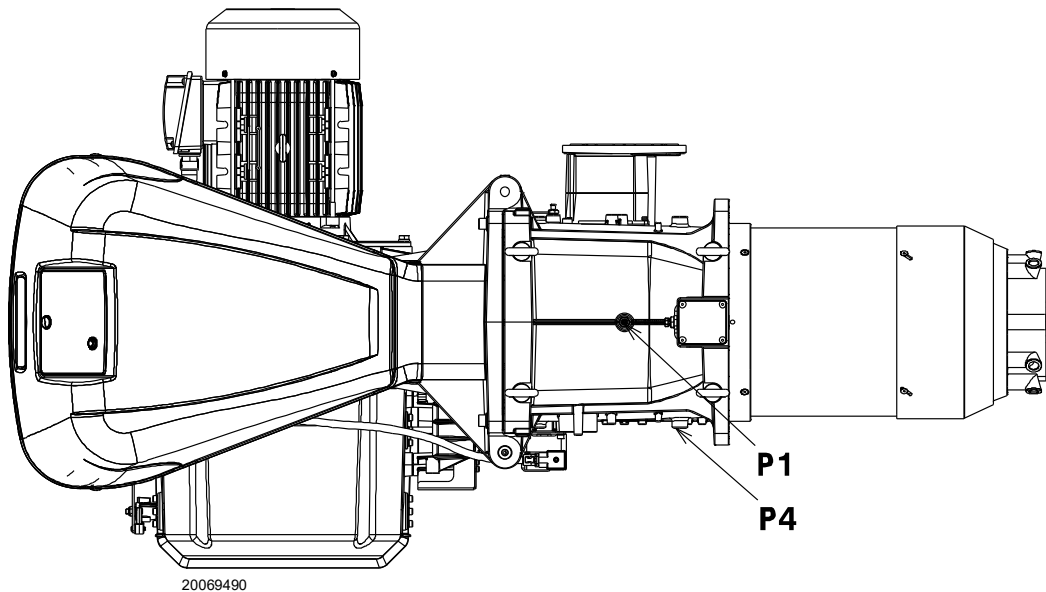

Abb. 20
Gasdruck, gemessen am Anschluss P1)(Abb. 20) unter folgenden Bedingungen:
- vom Gasdruck am Anschluss P1) (Abb. 20) den in der Brennkammer vorhandenen Druck abziehen.
Gasdruck am Anschluss P1) (Abb. 20) = 25.0 mbar
Um hingegen den am Anschluss P1)(Abb. 20) erforderlichen Gasdruck zu ermitteln, nachdem die MAX. Leistung festgelegt wurde, bei der Brenner arbeiten soll:
- Rechts, in Spalte 1, den Druck am Anschluss P1)(Abb. 20) ablesen.
Erforderlicher Druck am Abnahmeanschluss P1)(Abb. 20).